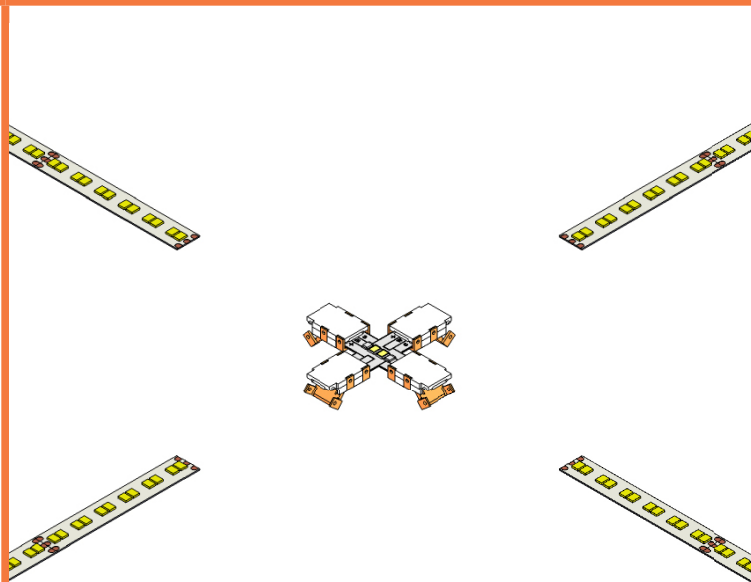

Figura 2
4. Verifique que todos los contactos de cobre estén asentados y alineados correctamente con los pines de los conectores (Figura 2).